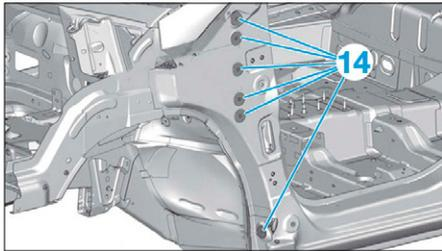

FIG. 56
- Poser les obturateurs thermofusibles (14) sur le pied avant (Fig.56).